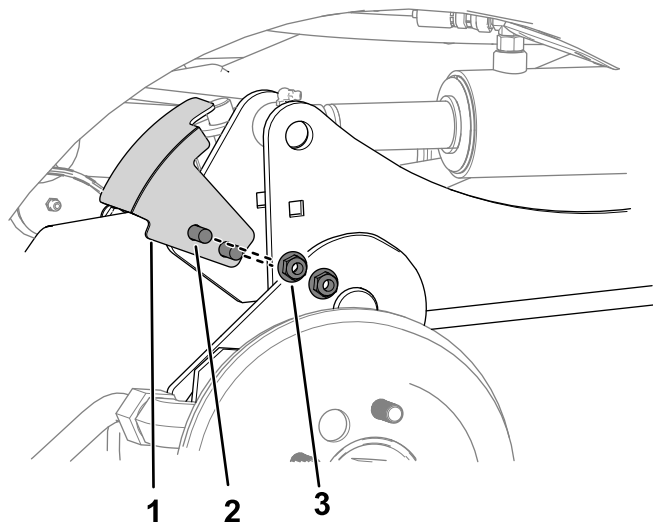

図8
- キャリッジボルト2本とナット $\frac{3}{8}$ "2個を使用して、センサーブラケットを右昇降アームに固定する図8。